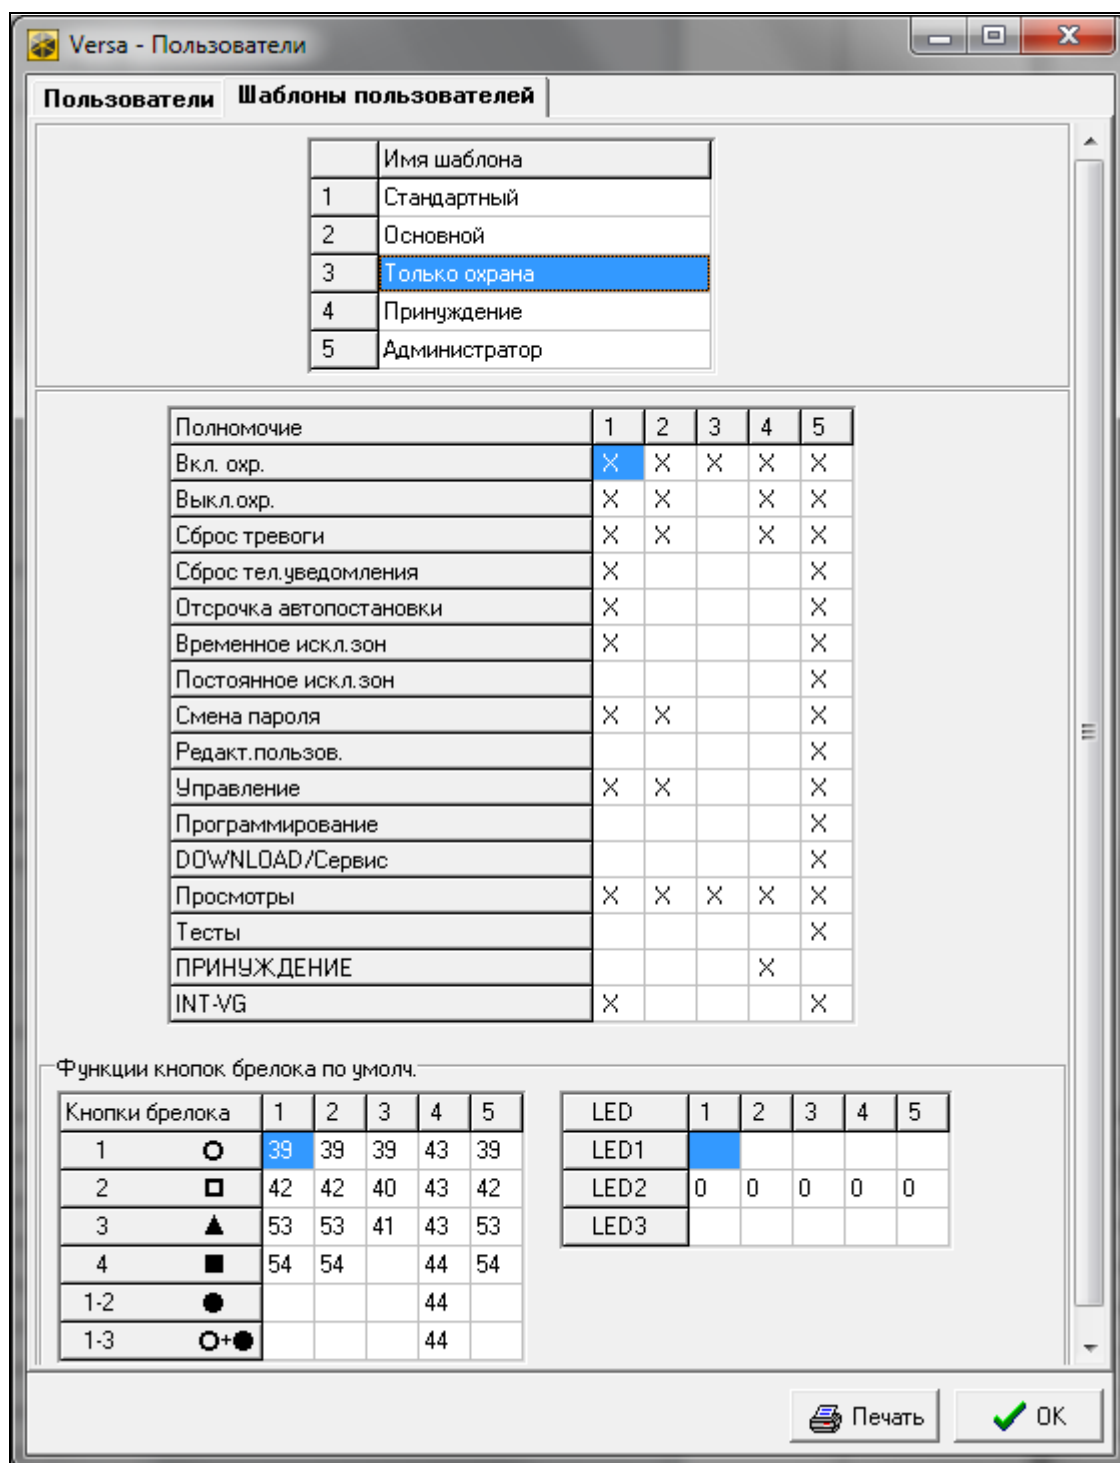

Рис. 26. Программа DLOADX: закладка «Шаблоны пользователей» в окне «Versa – Пользователи».
- программы DLOADX: окно «Versa – Пользователи» → закладка «Шаблоны пользователей» (рис. 26).